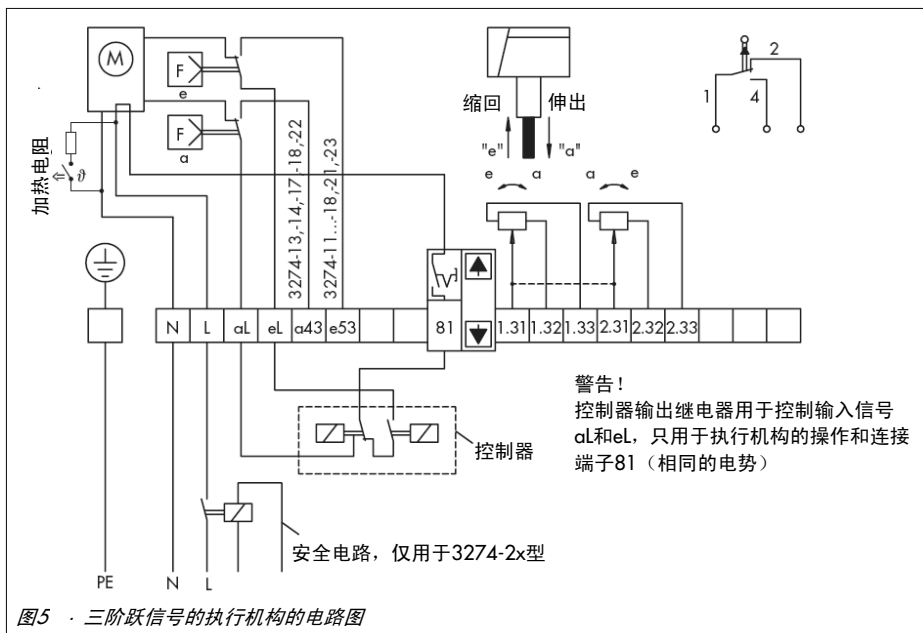

图5 · 三阶跃信号的执行机构的电路图
- ▶ 拆下侧面机箱盖子。将电缆穿过机箱的电缆密封接头，在端子上接线（见图 5 至 7，或机箱盖子内的电路图）。
连接图 5 至 7 也适用附加设备。
电机的电子线路板包含一个 5 x 20mm 的玻璃管熔断丝。当执行机构接线如图 5 至 7 所示时，与外部控制器连接后，熔断丝用于保护执行机构。